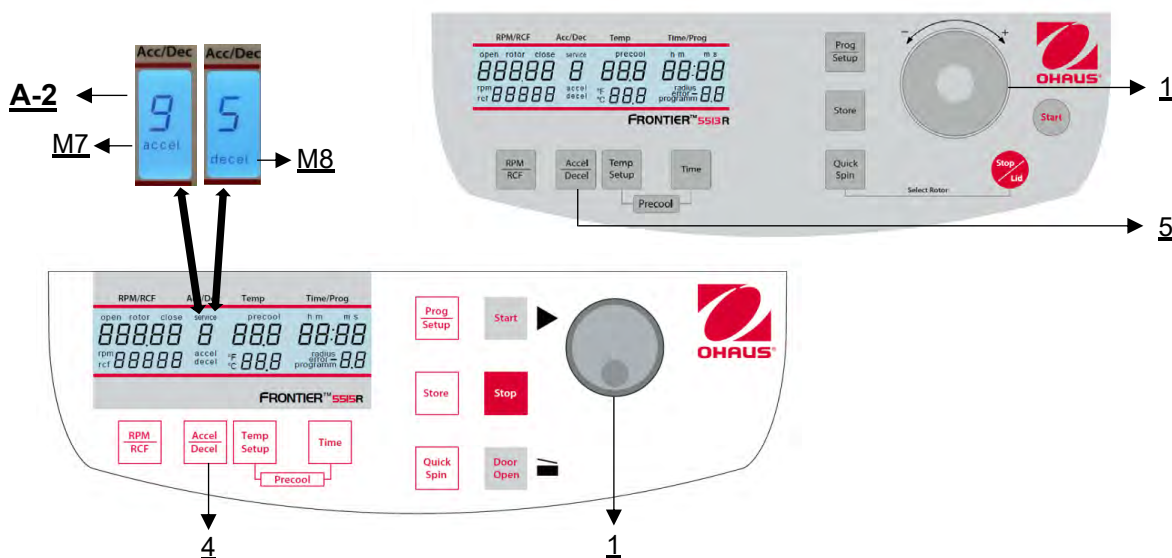

Figure 14
Cette fonction est activée par la touche "**Accel/Decel**" (4) (voir figure 14).